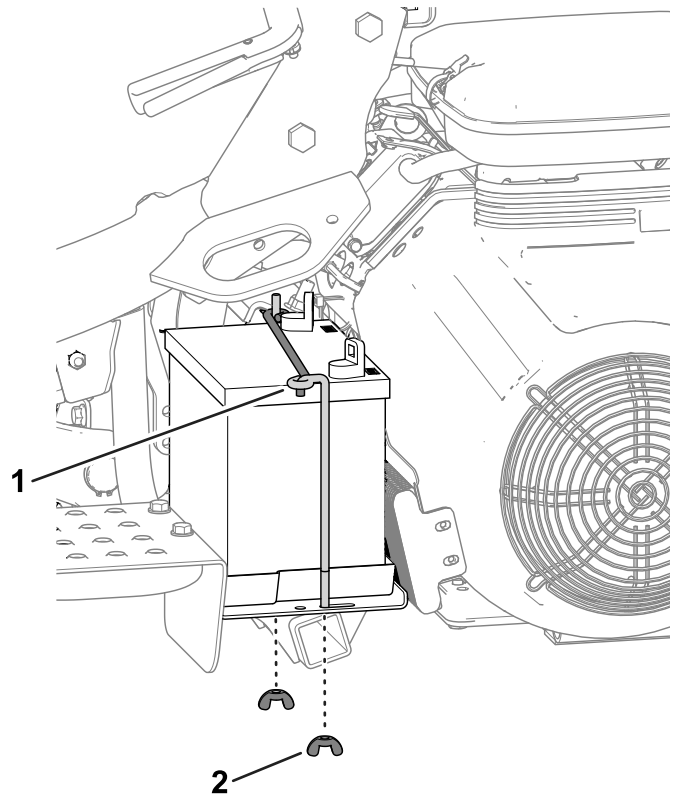

Figure 39
2. Retirez les écrous à oreilles et les tiges qui fixent la batterie sur à la plate-forme (Figure 39) et sortez la batterie.
5. Placez la batterie sur son support et fixez-la en place avec les tiges et les fixations retirées précédemment (Figure 39).